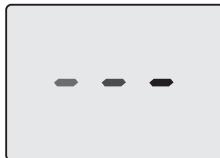
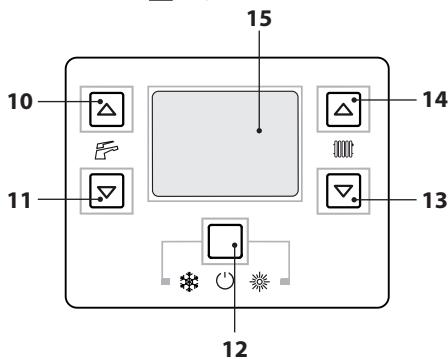

Figura 6.4
Figura 6.5
- Conecte la alimentación eléctrica de la caldera accionando el interruptor bipolar incluido en la instalación. El display LCD mostrará el símbolo — — — (los guiones se encienden en secuencia para simular un desplazamiento) (Figura 6.4).
- Mantenga pulsado durante 2 segundos el botón 12 hasta que aparezcan en el display los símbolos y Figura 6.5.
- Apague la caldera manteniendo pulsado durante 2 segundos el botón 12( Figura 6.5) hasta que aparezca en el display LCD el símbolo — — — (los guiones se encienden en secuencia para simular un desplazamiento) (Figura 6.4).